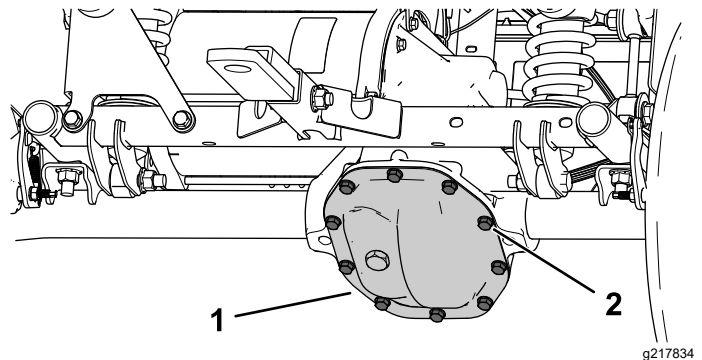

Figura 51
1. Coloque un recipiente de vaciado debajo de la cubierta del transeje (**Figura 51**).
2. Retire los pernos de la cubierta del transeje y vacíe el fluido completamente (**Figura 51**).